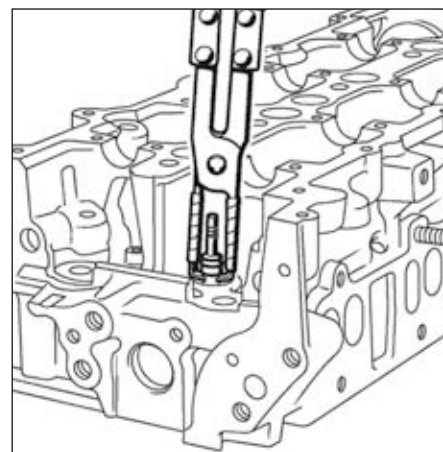

FIG.49
- Déposer les joints de queue de soupapes à l'aide d'une pince [4] prévue à cet effet (Fig.49).